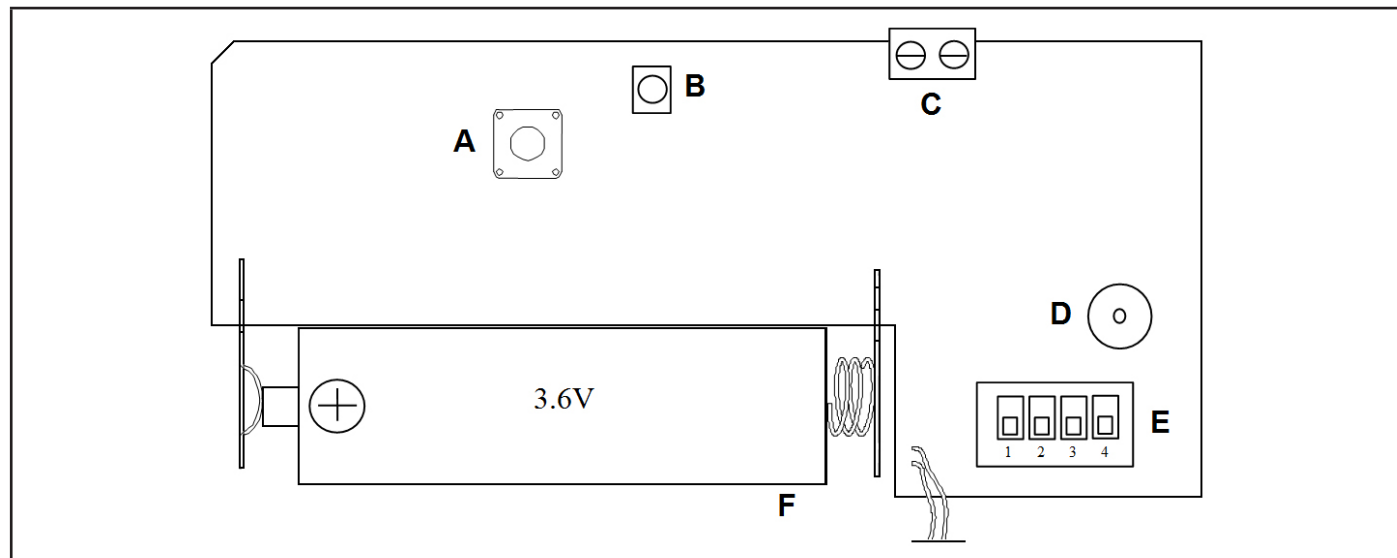

Fig. 2 - Scheda elettronica / Electronic board
La linea di allarme della centrale deve essere collegata alla morsetteria (rif. C, fig. 2). L'uscita della morsetteria di tipo N.C. (Normalmente Chiuso) e l'allarme viene segnalato con un'apertura del contatto per un tempo maggiore di 1,5s (nominale 1,7s).
The control panel alarm line must be connected to the terminal block (ref. C, fig. 2). The output of the N.C. (Normally Closed) terminal block and the alarm are indicated by the contact opening for longer than 1.5s (nominal time 1.7s).
La funzione di TEST è utile per verificare il funzionamento e l'installazione del contatto. Tale funzione permette di attivare il LED, il buzzer e il relè per 5 attivazioni consecutive (dopo 5 attivazioni consecutive il contatto torna nella modalità operativa normale, LED e buzzer disattivati e relè attivo). Nella funzione di test il LED (rif. B, fig. 2) segnala il riconoscimento di un impulso e il buzzer (rif. D, fig. 2) segnala l'attivazione dell'allarme al raggiungimento del numero programmato di impulsi. Per entrare in modalità di test, inserire la pila (rif. F, fig. 2). Per accedere alla modalità test nuovamente senza togliere e reinserire la prima eseguire la seguente procedura:
- Premere il pulsante (rif. A, fig. 2) entro 45 secondi dall'azione precedente.
The TEST function is useful to verify contact operation and installation. This function allows the LED, buzzer and relay to be activated for 5 consecutive activations (after 5 consecutive activations the contact goes back to the normal operating mode, the LED and buzzer are disabled and the relay is active). In the test function the LED (ref. B, fig. 2) indicates the recognition of a pulse and the buzzer (ref. D, fig. 2) indicates the activation of the alarm when the programmed number of pulses has been reached. To access the test mode, insert the battery (ref. F, fig. 2). To access the test mode again without removing and reinserting the battery, follow the procedure below:
- Press the button (ref. A, fig. 2) within 45 seconds from the previous action.
Fare riferimento alla tabella successiva per configurare i DIP 1,2 e 3 (rif E, fig. 2) in modo da variare il numero di impulsi necessario per la segnalazione di allarme.
Refer to the table below to configure the DIP 1,2 and 3 (ref. E, Fig. 2) for change the number of pulses required for the alarm signal.